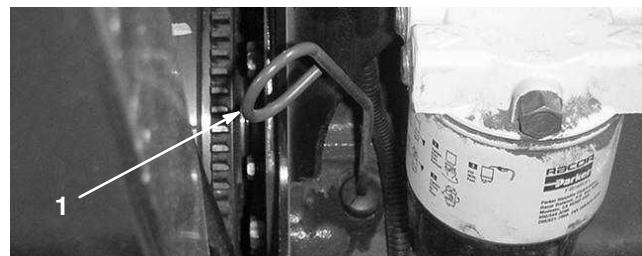

Bild 10
2. Entfernen Sie den Peilstab und wischen ihn mit einem sauberen Lappen ab (Bild 10). Stecken Sie den Peilstab in das Rohr und stellen sicher, dass er vollständig eingeführt ist. Entfernen Sie den Peilstab und prüfen den Ölstand. Gießen Sie, wenn der Ölstand zu niedrig ist, nur so viel Öl langsam in den Einfüllstutzen, dass der Ölstand die VOLL-Markierung erreicht.